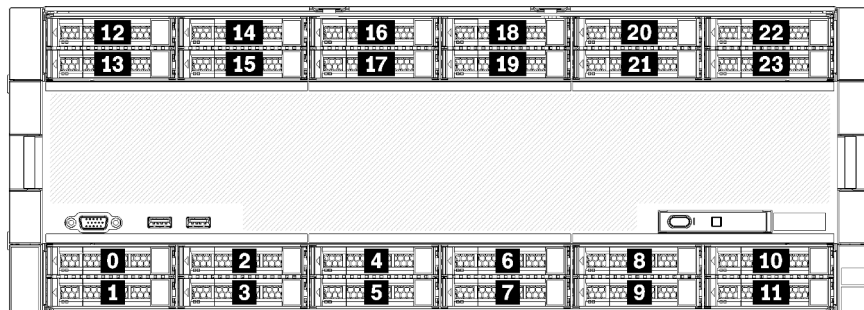

Figure 9. Emplacements des baies d'unité
- Les deux unités supérieures prennent en charge les interfaces SAS, SATA ou NVMe (Lenovo, AnyBay). Le serveur peut prendre en charge jusqu'à 12 unités NVMe, selon la configuration du serveur. Les baies d'unité NVMe compatibles sont les baies paires, comme illustré dans Figure 9 « Emplacements des baies d'unité » à la page 21.